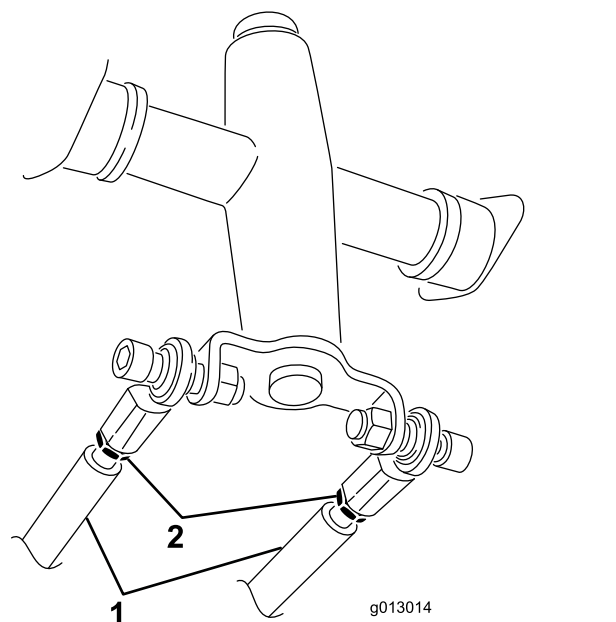

Figura 60
3. Afloje las contratuercas de las varillas de tracción, debajo del panel de control (Figura 60).